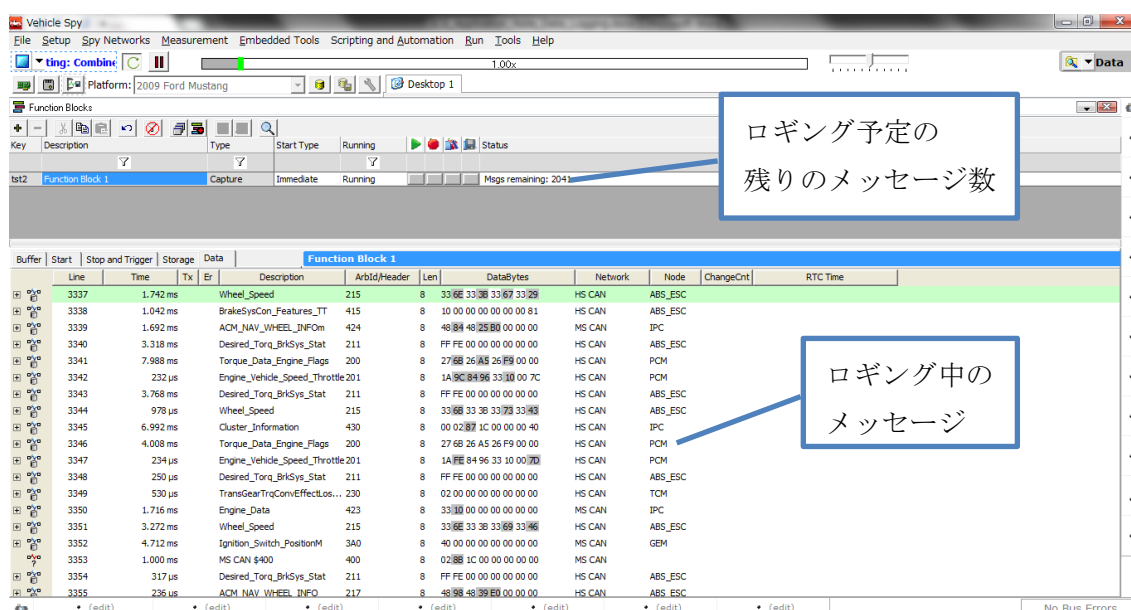

図 7 キャプチャ・ファンクションブロックによるロギング中の画面
4) スタートボタンを押下、測定開始(図 7)
スタートボタン押下と同時に、キャプチャ・ファンクションブロックが起動し、ここでは、デフォルト値である 5000 メッセージをロギングします。ロギングの進捗状況は、”Msgs remaining: (残メッセージ数)”として図 7 のように表示されます。